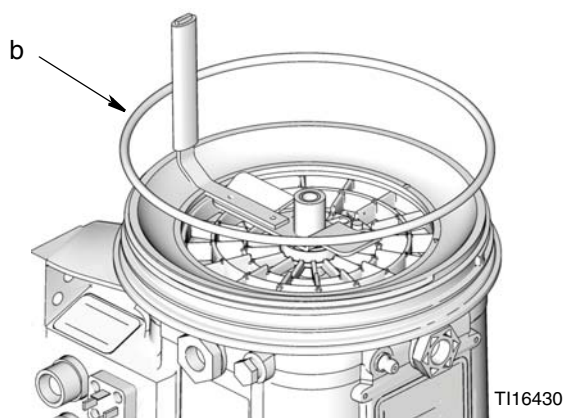

ABB. 3
4. Nehmen Sie den Speicherbehälter (a) und den O-Ring (b) aus der Nut der Pressplatte (c), die sich in der G3-Basis befindet (ABB. 3). Entsorgen Sie den O-Ring (b).
1. Schmieren Sie den neuen O-Ring (3) (im Satz enthalten) und installieren Sie den O-Ring in der Nut (c) der Pressplatte (ABB. 3).